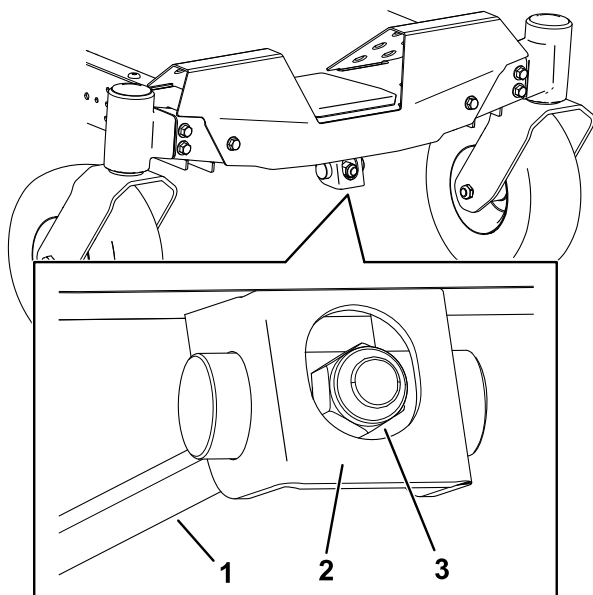

Bild 71
1. Drehen Sie die Einstellmutter an der Vorderseite des Mähers (Bild 71).